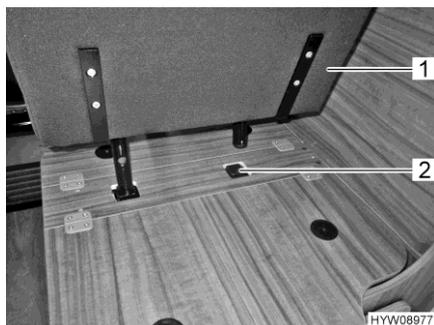

Fig. 24 Inserire il sedile installabile nel supporto
- Inserire il sedile installabile (Fig. 24,1) nel supporto (Fig. 24,2).